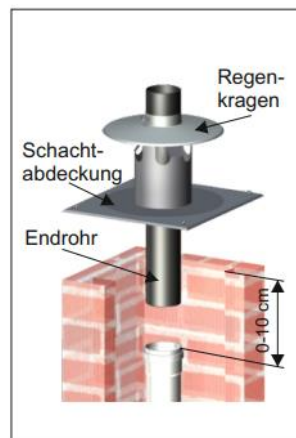

Bild 3
3. Das letzte Rohrelement muss mit der Rohrmuffe am Schornsteinkopf bzw. maximal 10 cm darunter enden. Danach können Sie das Endrohr (je nach Bausatz aus PP oder VA) einsetzen (Bild 3).